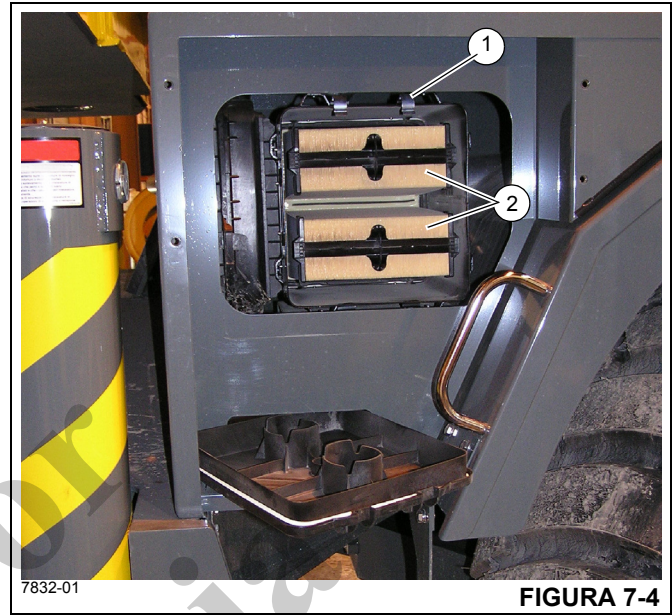

FIGURA 7-4
2. Levante las pinzas (1) (Figura 7-4) que aseguran la cubierta del cuerpo del filtro de aire y retire la cubierta.